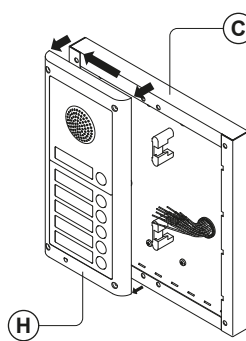

Fig. 48
- Zoals getoond in **Fig. 48**, verwijder het steunframe van de module **(H)** terwijl het voorzichtig naar links verplaatst wordt zoals aangegeven door de pointers;